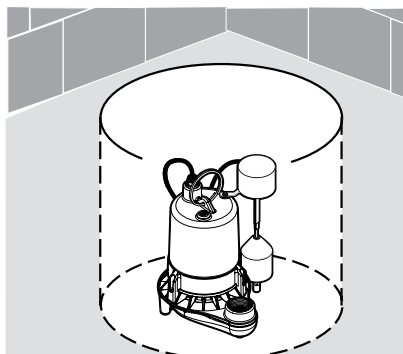

Figura 3
6.75" (171)	3.25" (83)
7. Coloque la bomba en el sumidero; verifique que nada interfiera con el funcionamiento del interruptor (Consultar la Figura 3).